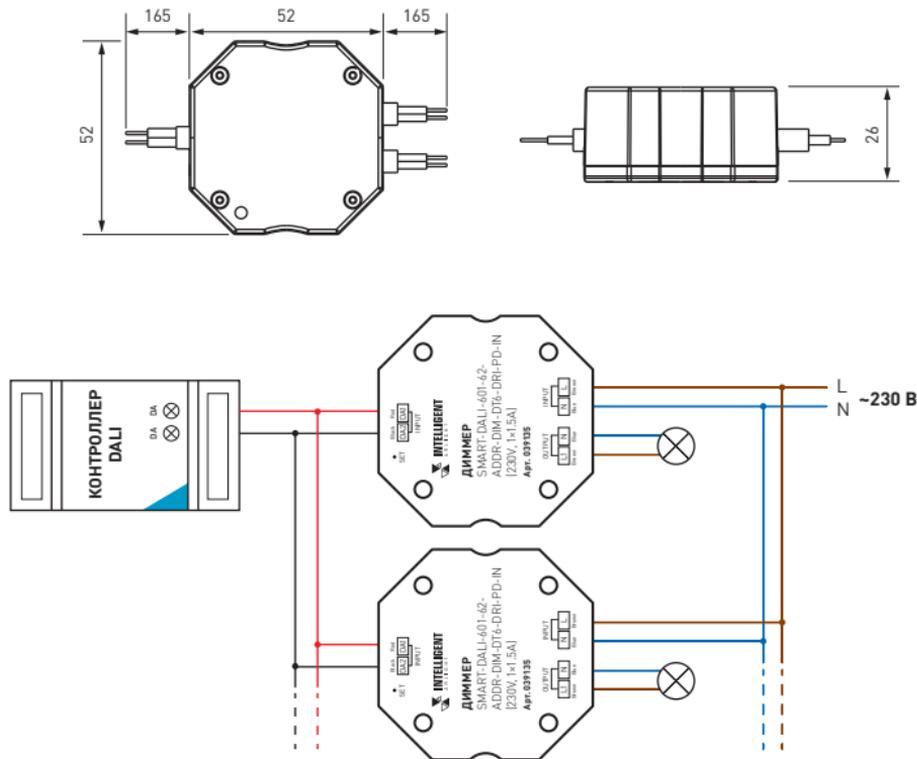

Рис. 1. Пример схемы подключения диммера
- 3.3. Подключите диммер согласно схеме на рис. 1.